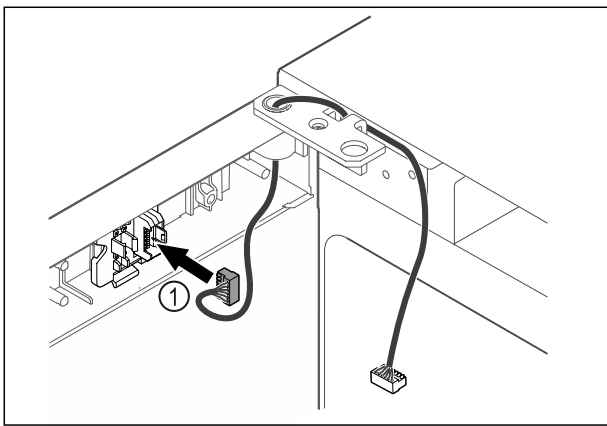

Fig. 43
- ▶ Stekker Fig. 43 (1) in stekkerhouder steken.